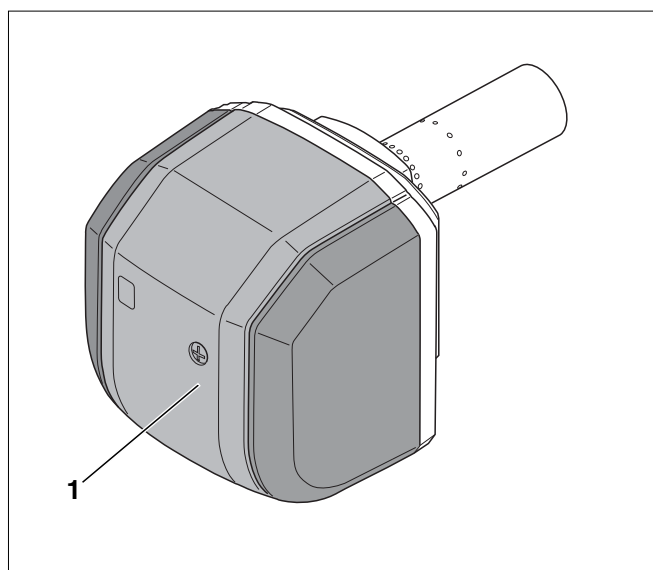

Fig. 57 Colocar la cubierta de quemador y atornillarla
- Ajustar el tornillo de sujeción (fig. 57, **pos. 1**) de la cubierta del quemador.